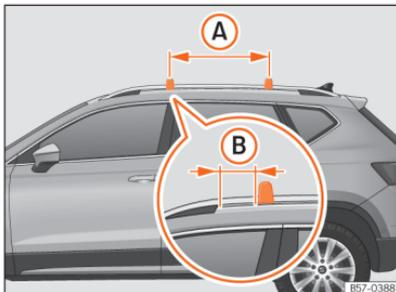

Fig. 179 Pontos de fixação das barras longitudinais para o porta-bagagens de tejadilho.
As barras transversais montam-se nas barras laterais do tejadilho. A distância entre barras transversais »» Fig. 179 (A) deverá ser entre 70 e 90 cm e a distância das barras transversais com os suportes das barras laterais do teto (B) deverá ser de 15 cm.